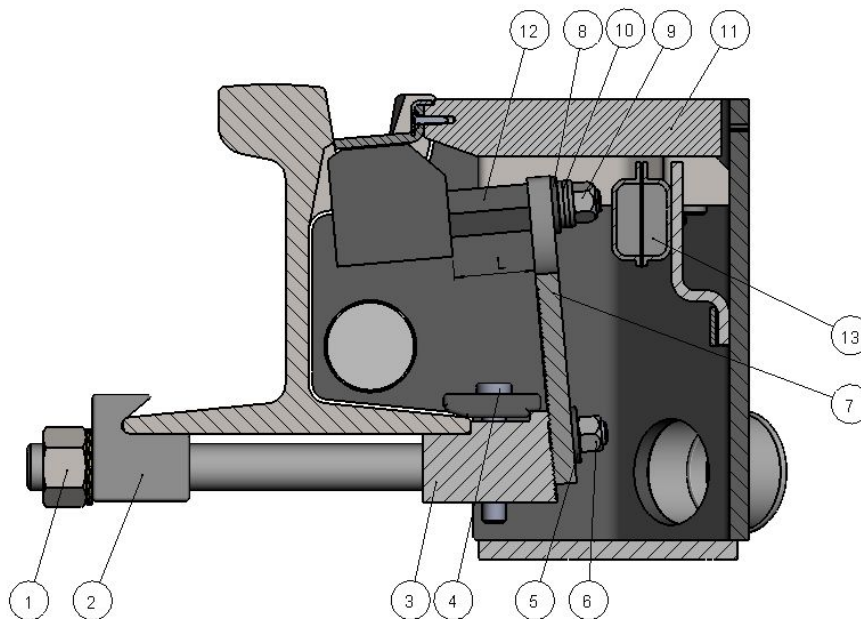
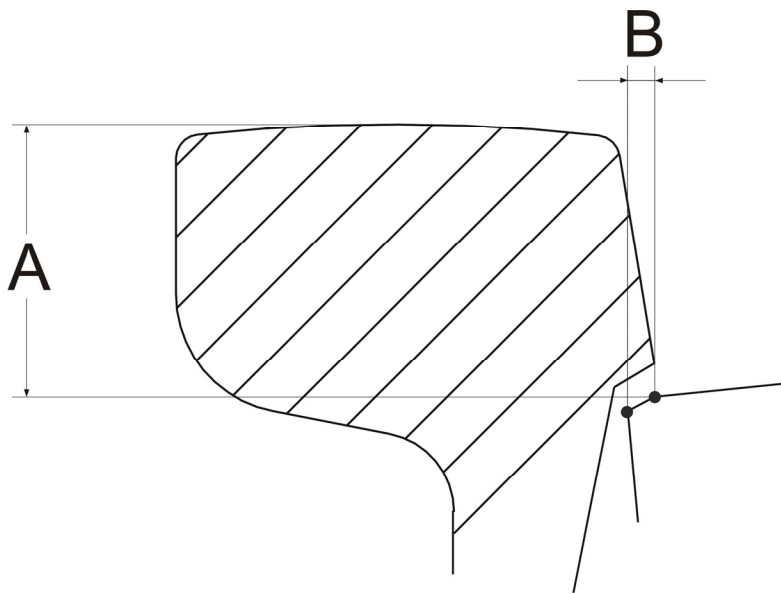

Abbildung 5.12: Schienenklaue SK420 (Schnittdarstellung)
Abbildung 5.17: Maß „A“ und Maß „B“ für die richtige Position des Radsensors
Die folgende Montageanleitung bezieht sich auf Abbildung 5.12 und Abbildung 5.17:
- Radsensor samt Trägerplatte Pos. 7 (siehe Abbildung 5.12) einbauen.
- Mutter Pos. 6 (siehe Abbildung 5.12) leicht festziehen.
Mit Maßband Maß „A“ ermitteln (siehe Abbildung 5.17).
Der Radsensor (Gehäusekante) darf den Schienenkopf nicht berühren! Bei der Spannscheibe Pos. 5 und Pos. 8 (siehe Abbildung 5.12) auf die richtige Lage (Dachfläche auf Außenseite) achten!
- Mutter Pos. 6 (siehe Abbildung 5.12) mit 40 Nm festziehen.
- Deckel Pos. 11 (siehe Abbildung 5.12) anschrauben und ggf. Schutzmatte zuschneiden.
Falls im Zuge der horizontalen Lagekorrektur die Spannscheiben Pos. 5 und Pos. 8 abgenommen werden, ist auf die richtige Lage beim Aufsetzen zu achten: Dachfläche auf Außenseite! (Bezug auf Abbildung 5.12)
- Muttern (Pos. 9 und Pos. 6) mit 40 Nm festziehen (siehe Abbildung 5.12).
- Muttern Pos. 6 lockern (siehe Abbildung 5.12).